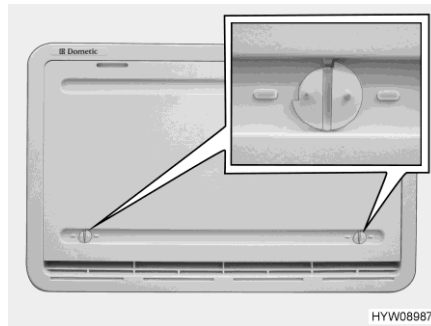

Fig. 265 Protection hivernale
Quand le réfrigérateur doit être utilisé à basses températures extérieures, le fabricant recommande d'employer une protection hivernale (Fig. 265) pour ses grilles d'aération du réfrigérateur.
- Ouvrir les deux dispositifs de verrouillage (Fig. 265) (la rainure est à l'horizontale).